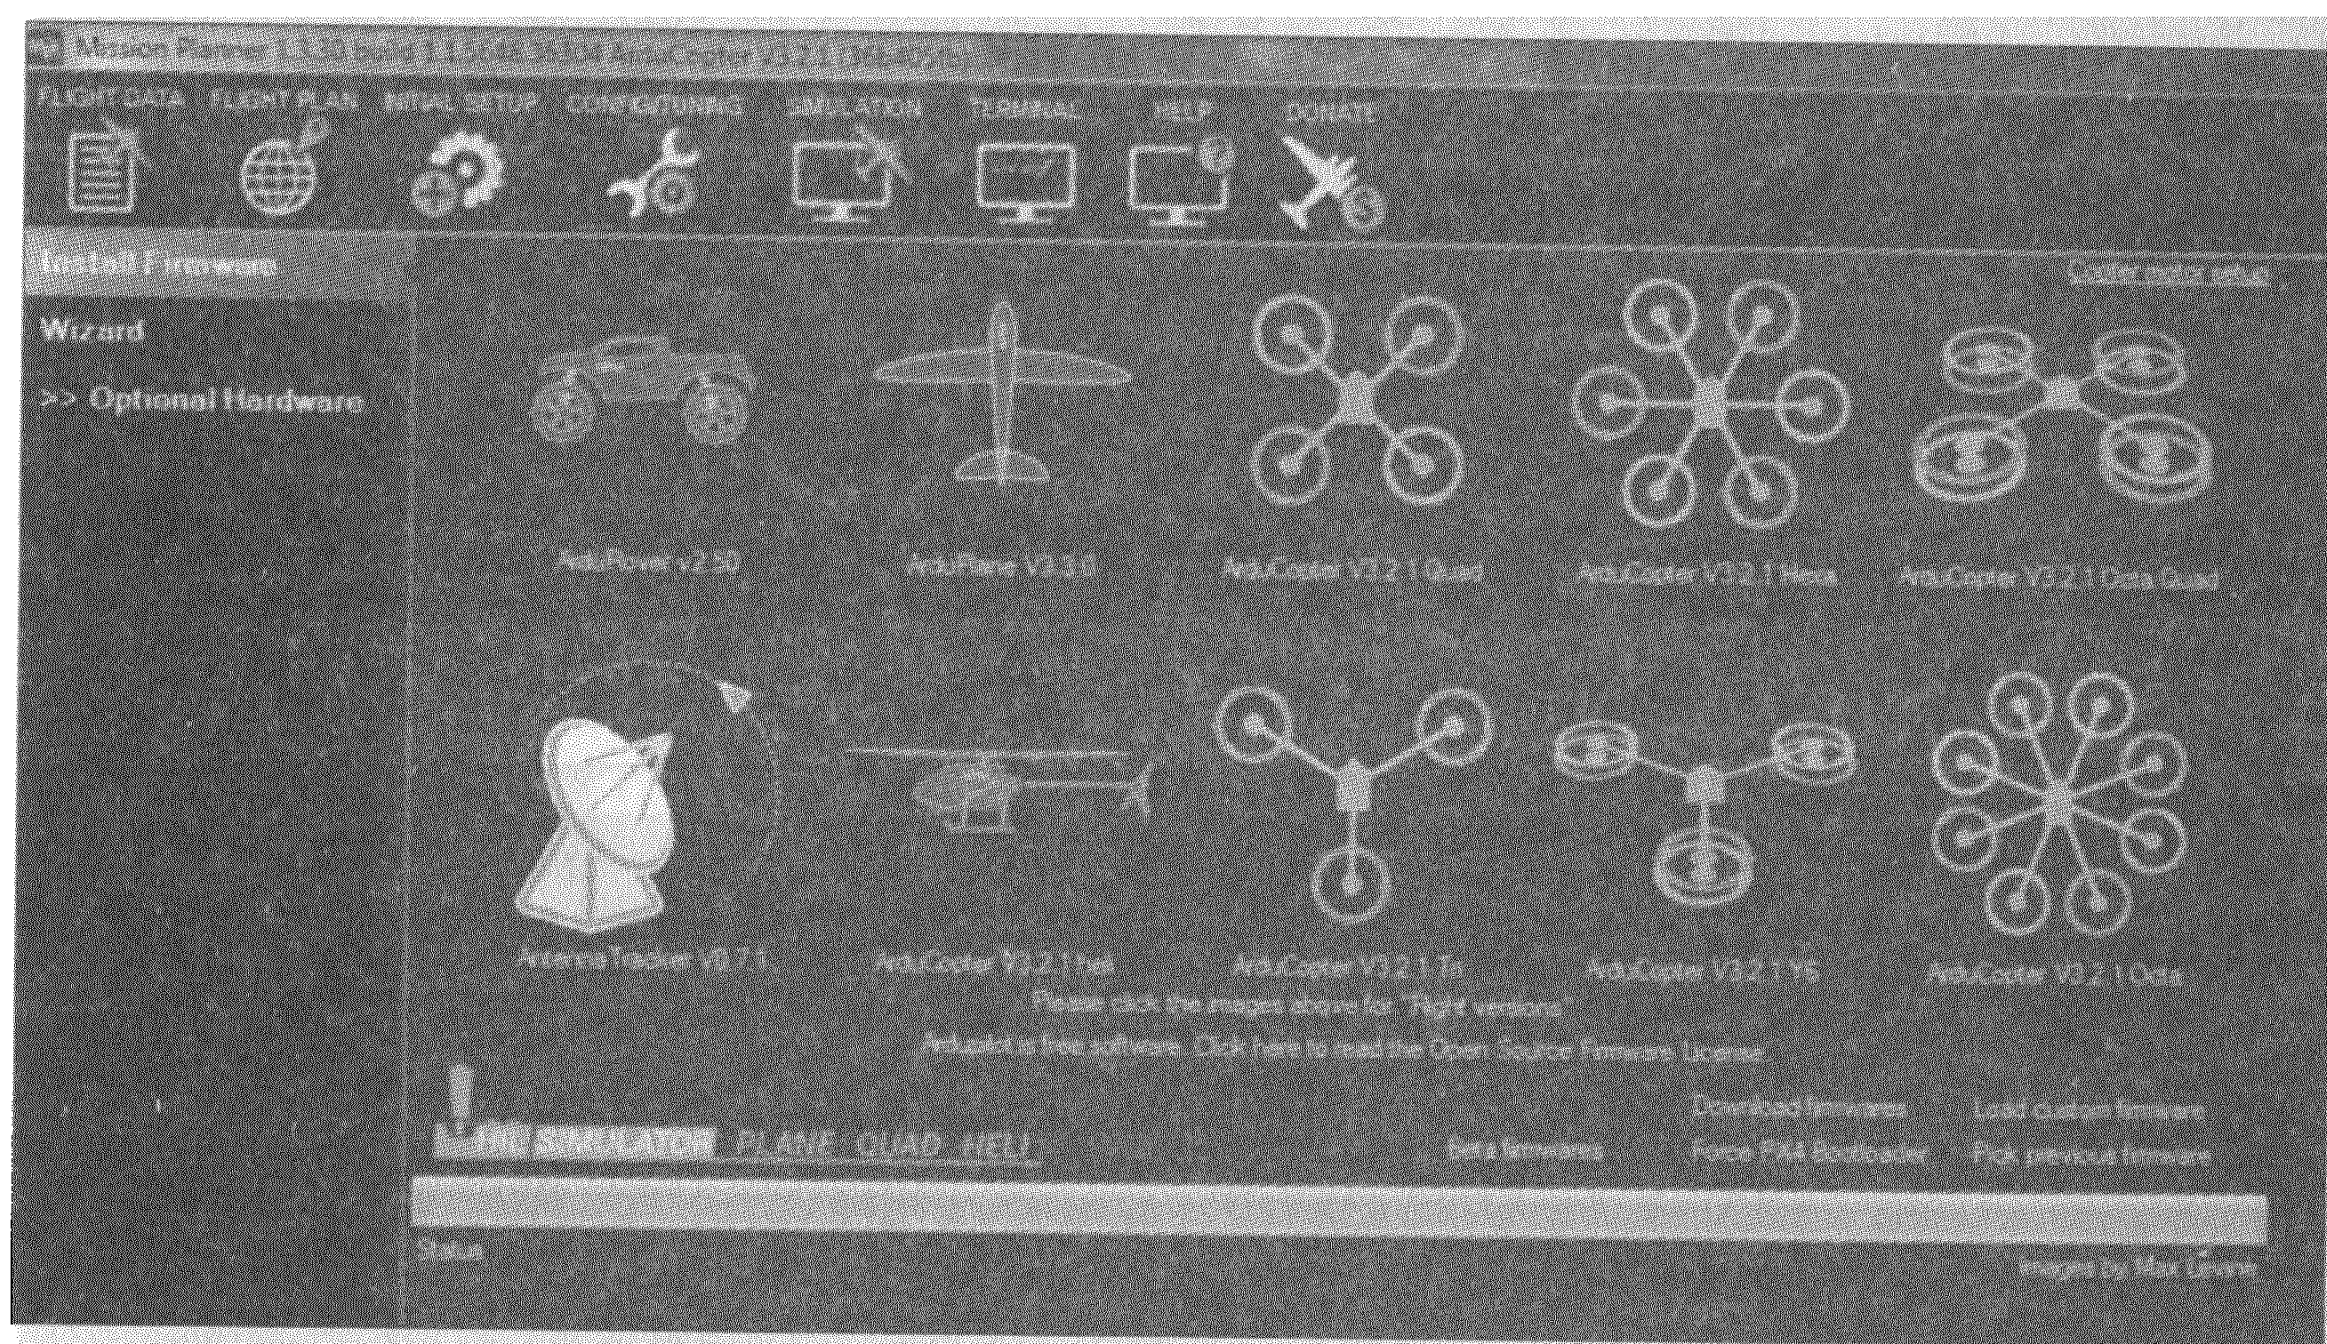

Рис. 9.1. Выберите тип прошивки для обновления
4. При помощи графической кнопки в середине экрана выберите тип прошивки, соответствующий вашему летательному аппарату (рис. 9.1).